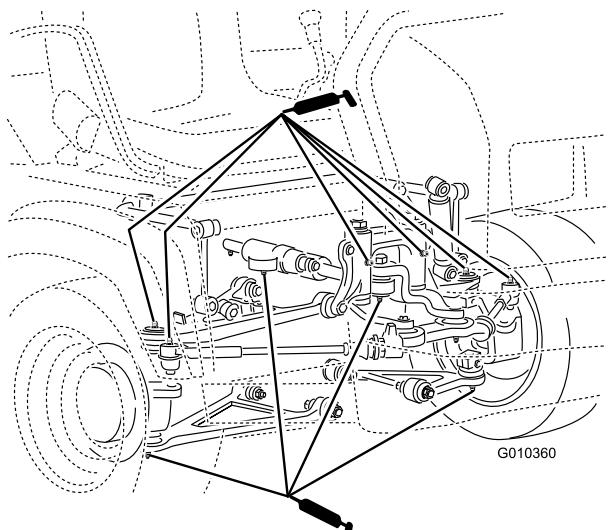

図 40
- ・ ボールジョイント4、タイロッド2、ピボットマウント2、ステアリングシリンダ2以上は図 40